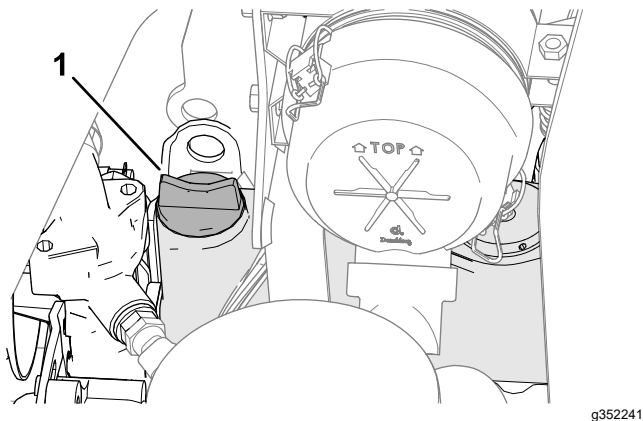

Figura 72
5. Se l'olio è insufficiente, togliete il tappo di rifornimento (Figura 72) e aggiungete lentamente piccole quantità di olio, controllando spesso il livello, finché non raggiunge il segno di pieno sull'asta.